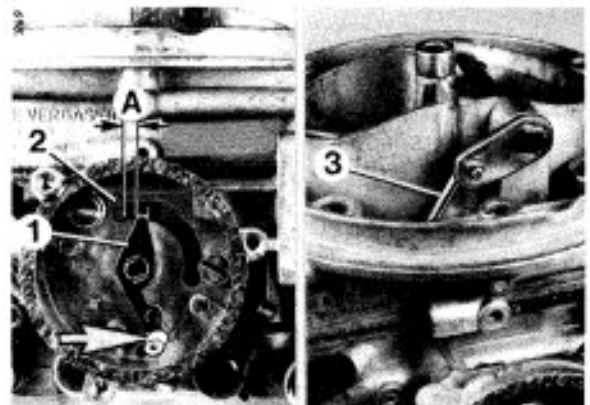

Bild 29
5.1 Starterverbindungsstange (Bild 29)
- Drosselklappe anheben, Hebel (1) in Pfeilrichtung drücken und Starterklappe geschlossen halten.
- Spiel „A“ zwischen Hebel (1) und Membranstange (2) prüfen.